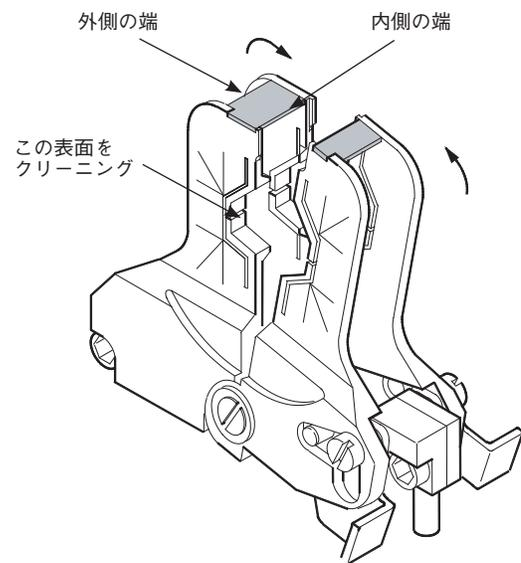

図25：絶縁テープの確認／交換を行う
2. フィクスチャーの絶縁テープに損傷がないか確認します（該当する場合）。絶縁テープに緩みや損傷があり、下の金属が露出している場合は、絶縁テープを交換します（図25）。
- c. あらかじめカットしたテープ片の片側を、裏面の内側の端に貼り付けます。テープは、図25で示している方向に巻き付けてください。